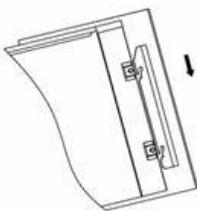

Fig. 6
- Coloque a barreira frontal de vidro à frente das chamas, alinhando as ranhuras dos suportes em cada lado do painel de vidro com os olhais nas laterais das chamas - consultar Fig. 6.